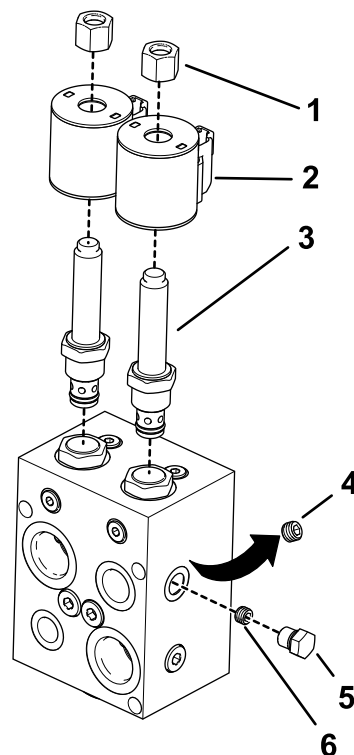

Figura 5
2. Montate i componenti appropriati sul collettore del divisore di flusso come illustrato nella Figura 5.